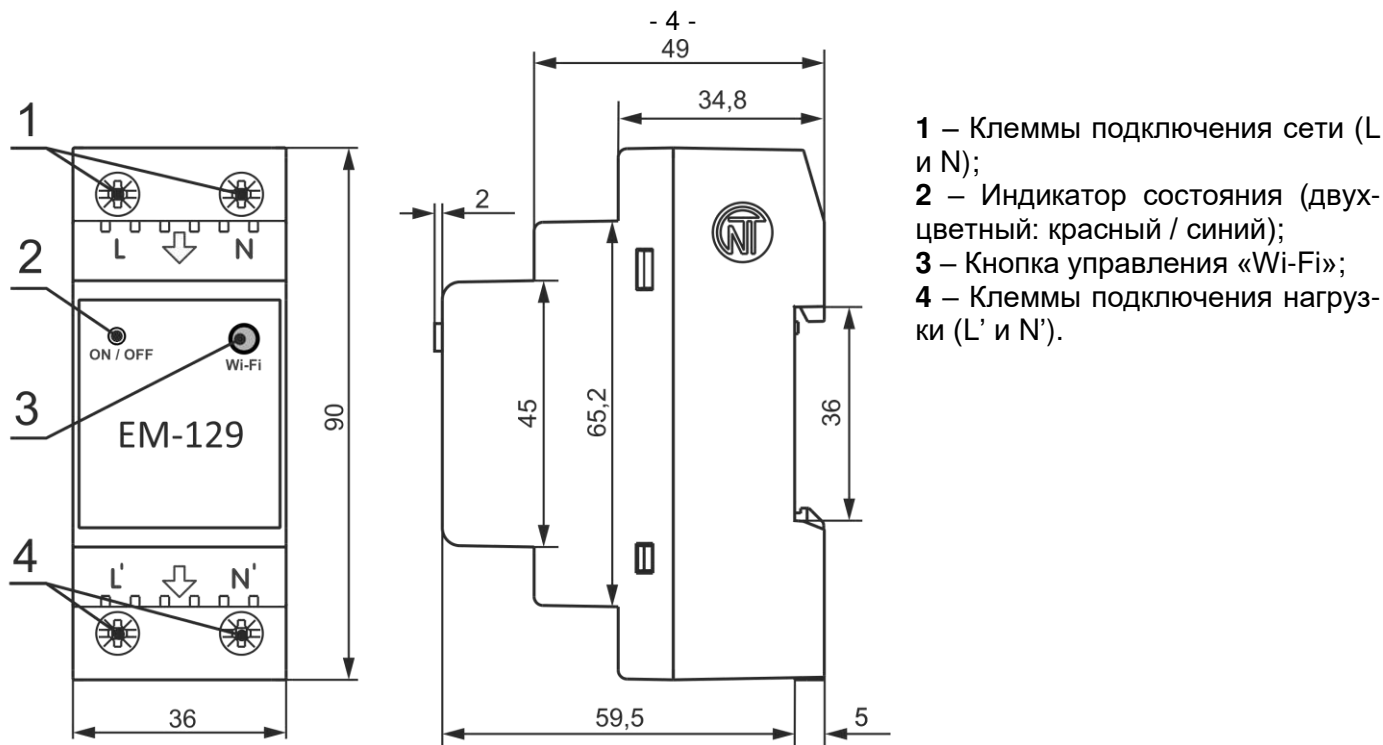

Рисунок 1 – Органы управления, габаритные и установочные размеры EM-129
Габаритные размеры	см. рисунок 1
3.2.3 Включить автоматический выключатель. При этом индикатор состояния (рисунок 1 поз.2) начнет мигать синим цветом.
Кнопка «Wi-Fi» (рисунок 1 поз.3) используется для управления изделием с лицевой панели.
При удержании кнопки «Wi-Fi» цвет индикатора состояния (рисунок 1 поз.2) будет менять свой цвет, в зависимости от длительности удержания кнопки – тем самым индицируя выполняемое действие.